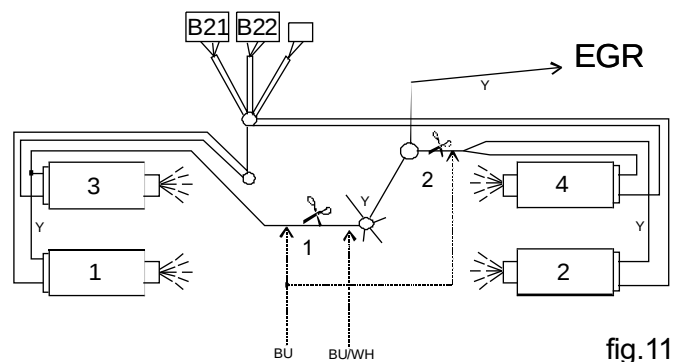

fig. 11
9. Injectoronderbreking. Maak de kabelbundel naar de rechter benzine-injectoren open bij de achterzijde van de rechter inlaatbuisen (1). Knip hier de gele injector voedingsdraad door. Sluit de blauwe draad van de injectoronderbreking aan richting injectoren en de blauw/witte draad richting ECU. Zie fig. 11. Maak de kabelbundel naar de linker benzine-injectoren open t.h.v. de achterzijde van de linker inlaatbuisen (2). Knip hier de gele injector voedingsdraden door. Let op dat niet de gele draad t.b.v. de stationaire luchtomloop en de EGR worden onderbroken ! Sluit de gele draad richting injectoren aan op de blauwe draad van de injectoronderbreking. De andere zijde van de injectoronderbreking afisoleren. Isoleer de gemaakte verbindingen.